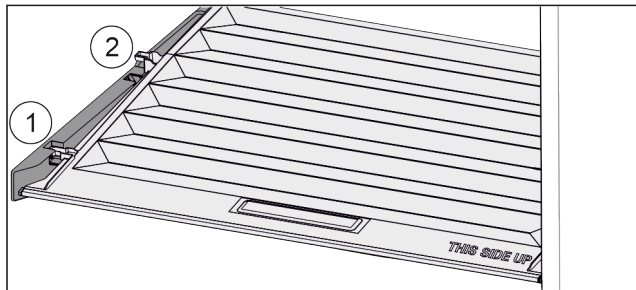

Fig. 91
- ▶ Pokrywę pociągnąć do przodu Fig. 91 (1), aż otworzy się w elementach trzymających.
- ▶ Podnieść tył od dołu i wyjąć Fig. 91 (2) go do góry.